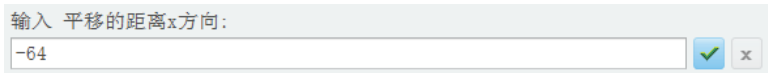

图 10-56 输入在 X 轴方向上的平移距离
6) 输入在 X 轴方向上的平移距离“-64”，如图 10-56 所示，单击  (接受) 按钮。